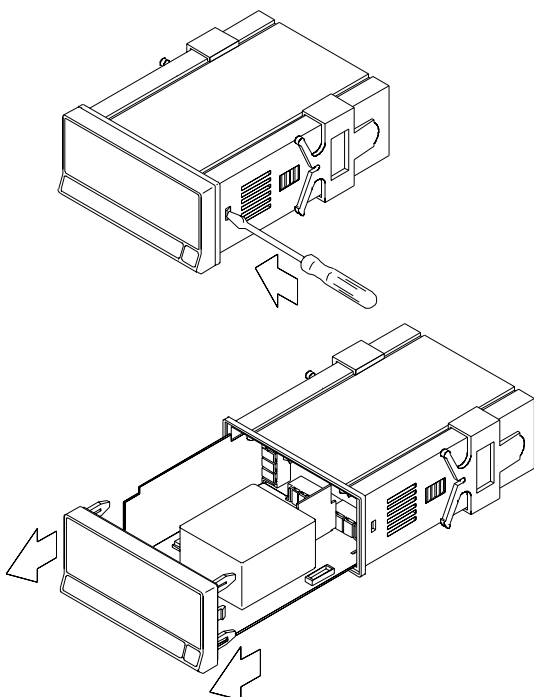

Fig. 9.1: Öffnen des Gehäuses
*Im Falle eines Umbaus öffnen Sie das Gehäuse wie in Abb. 9.1. gezeigt.*